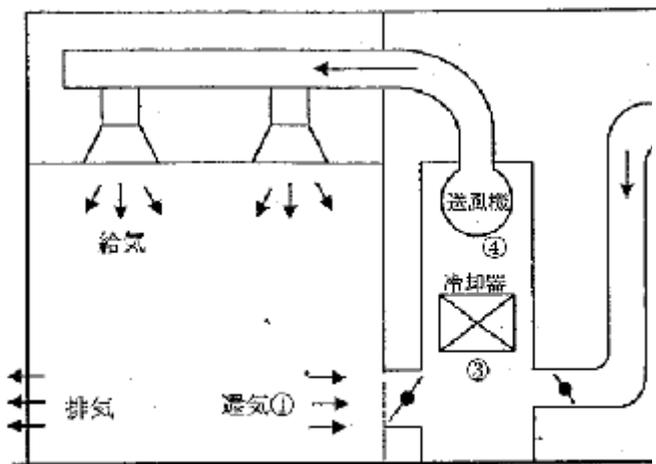

図1
[A] 図1は、通常の運転状態にある空気調和装置の略図である。
(1) 空気 1 kg の室内負荷 (エンタルピー差) Δh (kJ/kg) を求めなさい。
(2) 図 1、2 の状態の冷却器の負荷 Φ (kW) を求めなさい。